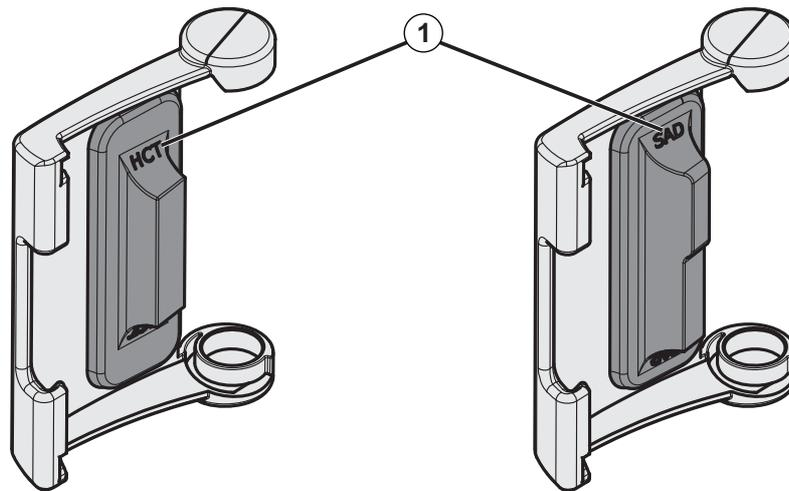

Abb. 7-20 Typenmarkierung auf den Klappen des SAD und HCT-Sensors
Stellen Sie beim Wiederanbringen der Klappen des SAD und des HCT-Sensors nach der Reinigung sicher, dass die Klappen nicht vertauscht werden! Die Klappen sind auf der Rückseite mit *SAD* und *HCT* gekennzeichnet (siehe Abb. 7-20 , ①).